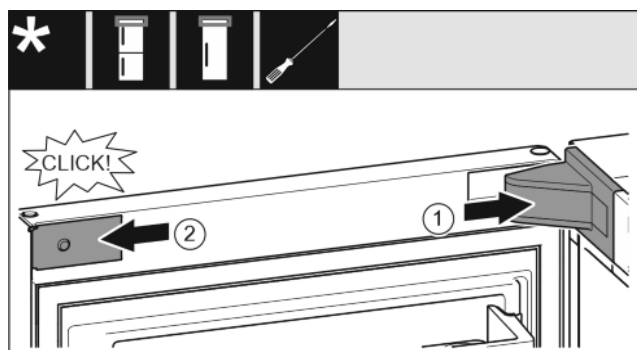

Fig. 18
- ▶ Așezați apărătoarea suporturilor de lagăr și fixați-o în poziție, după caz, desfăceți-o prin apăsare cu precauție. Fig. 18 (1)
- ▶ Aplicați și fixați în poziție masca. Fig. 18 (2)